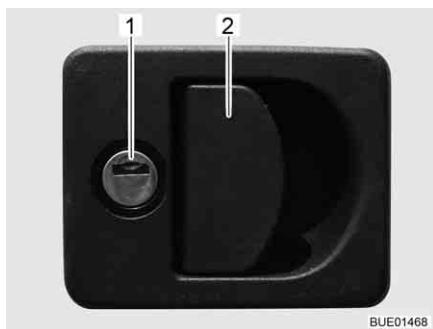

Fig. 34 Serratura dello sportello con impugnatura
- Inserire la chiave nel cilindro della serratura (Fig. 34,1) e ruotare di un quarto di giro. La serratura dello sportello è sbloccata.
- Tirare la maniglia della serratura (Fig. 34,2). In questo modo si apre lo sportello esterno.